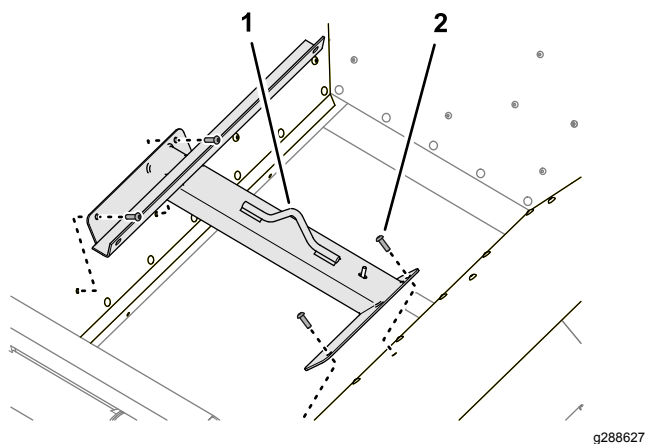

Figura 29
1. Retire os 4 parafusos de cabeça de tremço que prendem o suporte de elevação à parede da tremonha (Figura 29).
2. Monte os parafusos de cabeça de tremoço na parede da tremonha e aperte (Figura 29).